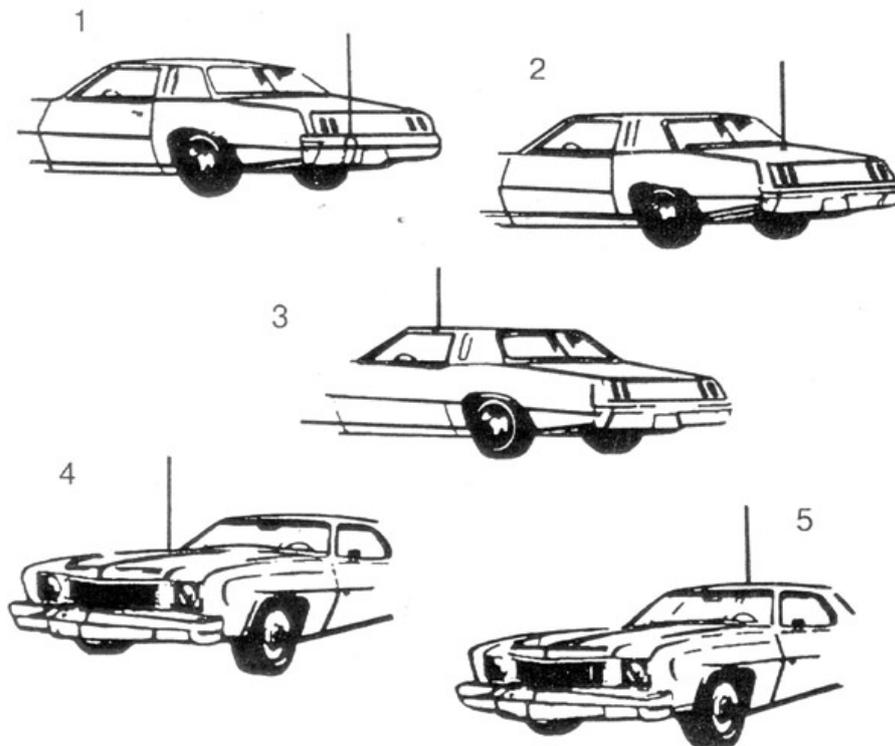

Рис. 4. Типичные места установки автомобильных антенн.
В общем случае имеются два типа антенн для мобильных Си-Би радиостанций - полноразмерный штырь длиной  $1/4$  волны (2,75 м) и укороченная согласованная штыревая антенна (от 0,5 до 1,9 м). Из-за большой длины полноразмерных антенн на автомобилях применяются, в основном, укороченные антенны длиной не менее 1,2 м, в различных конструктивных исполнениях с креплением через отверстие в крыше, на кронштейне за отбортовку водостока или на магнитном основании (см. рис. 4).
На рис. 4 показаны пять типичных мест установки автомобильной антенны: (1) задний бампер, (2) задняя крышка багажника, (3) отбортовка для стока воды, (4) капот, (5) крыша.